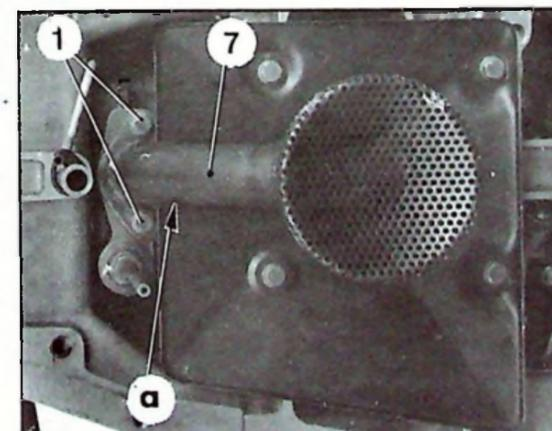

Figure 5
- A l'aide de graisse, coller le joint torique d'étanchéité neuf sur la pompe à huile. Présenter le tube d'aspiration (7) (figure 5). Serrer les vis de fixation (1) (rondelle crantée) à 10 mAN (1 m.kg).